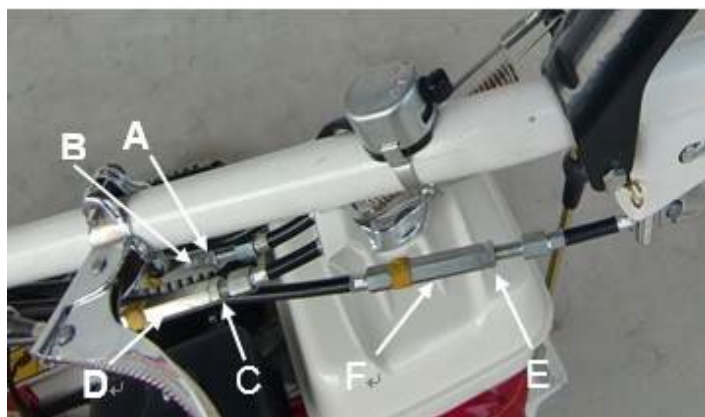

Figura 18
- Si la máquina no se detiene cuando se suelta la palanca del embrague de accionamiento, ajuste el cable de tensión de la siguiente manera: desenrosque el tornillo de bloqueo (A, Figura 18) y desenrosque la tuerca (B, Figura 18). Pruebe la máquina nuevamente. Realice el ajuste nuevamente si es necesario. Cuando se realiza el ajuste, atornille el tornillo de bloqueo (A, Figura 18) en la tuerca (B, Figura 18).
- Si la máquina no se mueve cuando se presiona la palanca del embrague de conducción, ajuste el cable de tensión de la siguiente manera: desenrosque el tornillo de bloqueo (C, Figura 18) y desenrosque la tuerca (D, Figura 18). Pruebe la máquina nuevamente. Realice el ajuste nuevamente si es necesario. Cuando se realiza el ajuste, atornille el tornillo de bloqueo (C, Figura 18) en la tuerca (D, Figura 18).